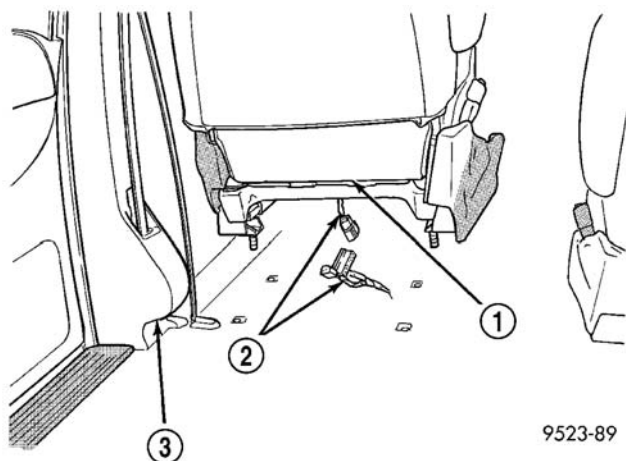

图 14 前座
- (1) 自车下，拆卸固定座椅升降器与地板的螺母。
- (2) 自地板拆离座椅与升降器 (图 14)。
- (3) 如已配备，向后倾倒座椅，并自车身线束拆开导线接头。
- (4) 从车上拆下座椅。